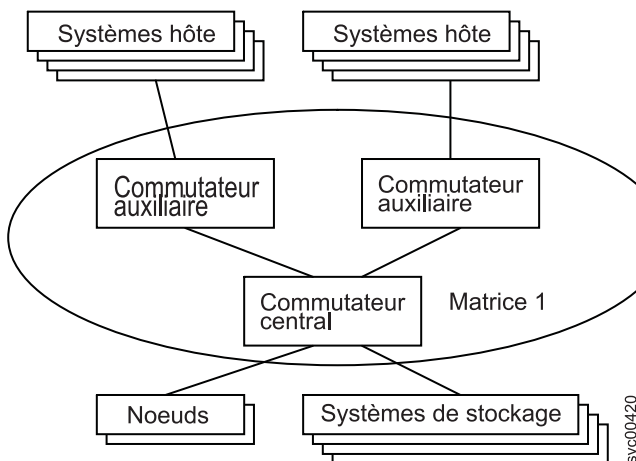

Figure 29. Configuration SAN avec matrice de taille moyenne
- | La figure 29 représente une matrice de taille moyenne composée de trois commutateurs Fibre Channel.